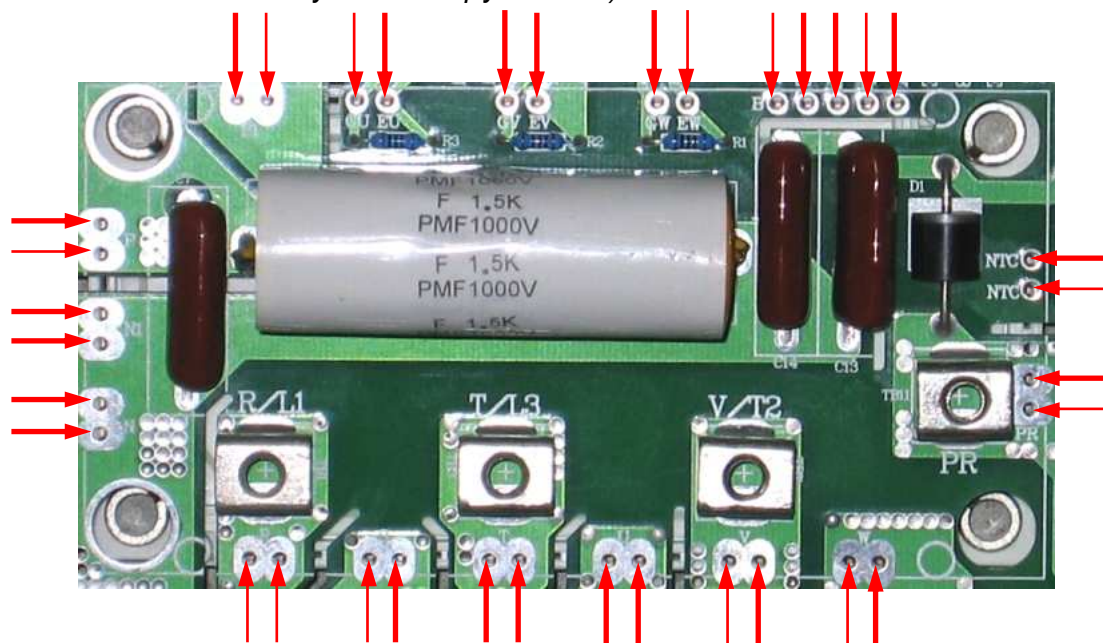

Рис.7.9
7.4.7. Пясть 35 контактов матрицы IGBT (рис. 7.9) Места паяк обозначены красными стрелками.